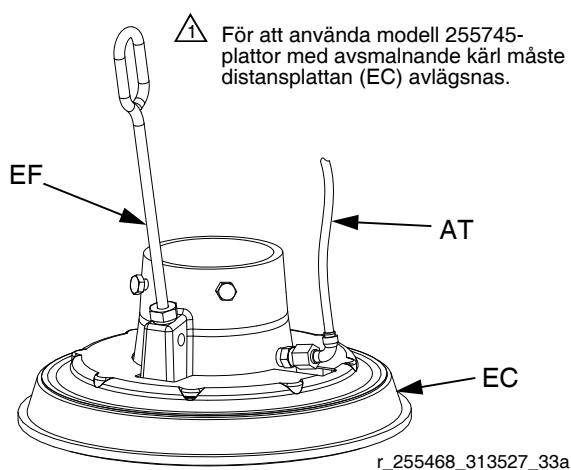

FIG. 15
Se FIG. 15. Om plattan inte lätt skjuts ut ur kärlet när pumpen höjs upp, kan luftassistansslangen (F) eller backventilen vara tilltäppta. En tilltäppt ventil förhindrar luften att nå tryckplattans undersida för att hjälpa till att höja den från kärlet.
3. Rensa luftassistansslagen (AT) i plattan. Rengör alla delar av ventil och montera ihop den.
4. Avlägsna avtappningsspaken (EF) från plattan. Tryck avtappningsspaken genom avtappningsventilen för att ta bort restprodukter.